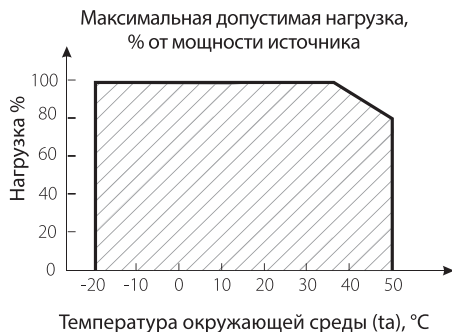

Рис. 2
4.3. Не нагружайте источник питания более 80% от его максимальной мощности. Учитывайте, что с повышением температуры окружающей среды, максимальная мощность источника питания снижается, см. график зависимости на *Рис.2*.